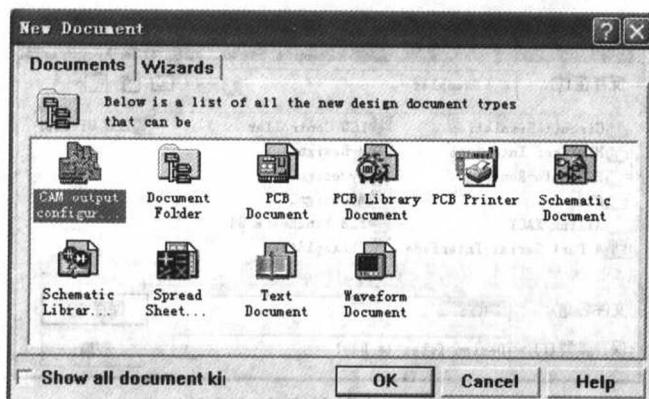

图 1-10 建立新文档对话框
- (1) New：新建一个空白文件，文件的类型可以是原理图 Sch 文件、印制电路板 PCB 文件、原理图元件库编辑文件 SchLib、印制电路元件库编辑文件 PCBLib、文本文件以及其他文件等。选取此菜单项，将会显示建立新文档对话框，如图 1-10 所示，用户可以选择所需建立的文档类型，然后单击 OK 按钮即可。
Protel 99 SE 提供了丰富的编辑器资源，如图 1-10 中的图标所示。各图标所代表的文件类型如表 1-1 所示。